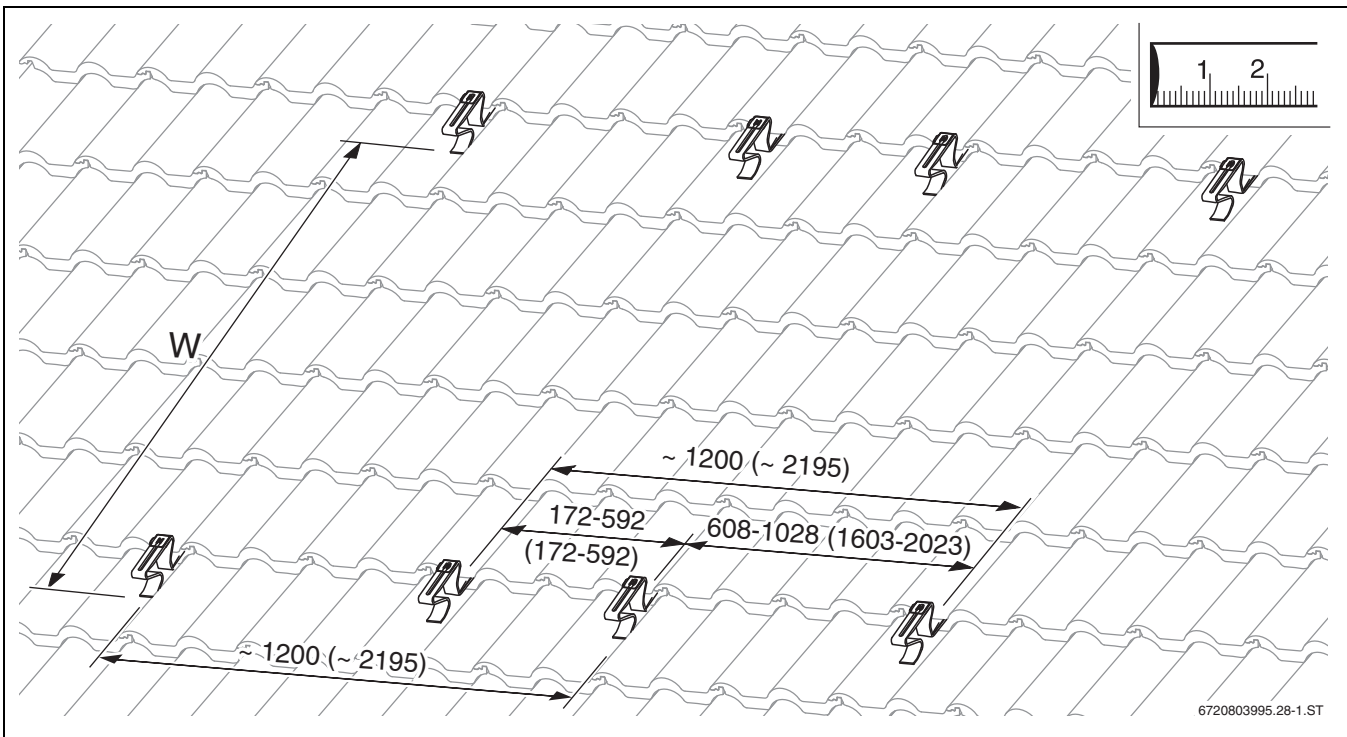

Bild 21 Dachhaken für zwei Kollektoren (Maße in Klammern beziehen sich auf waagerechte Kollektoren; Maße in mm)
- Dachhaken-Positionen festlegen und auf das Dach übertragen (→Bild 21).